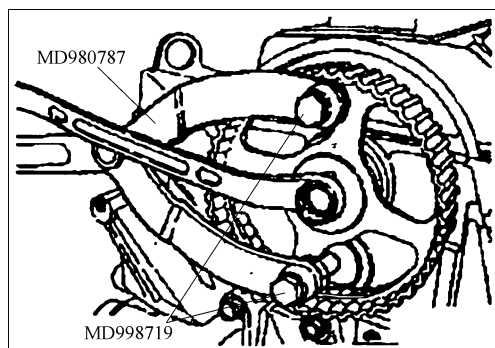

图 2-20 固定凸轮轴正时带轮
(8) 凸轮轴带轮螺栓的拆卸 使用专用工具, 如图 2-20 所示, 固定凸轮轴正时带轮。拆卸凸轮轴带轮螺栓。